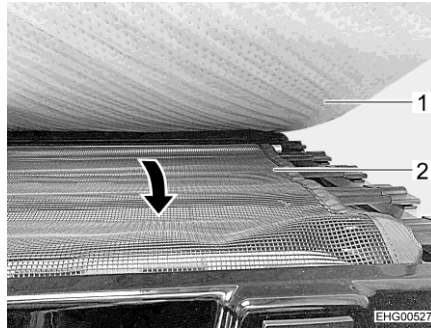

Fig. 52 Filet de sécurité
- Extraire le filet de sécurité (Fig. 52,2) disposé sous le matelas (Fig. 52,1) et le tendre sur l'ouverture de montée.